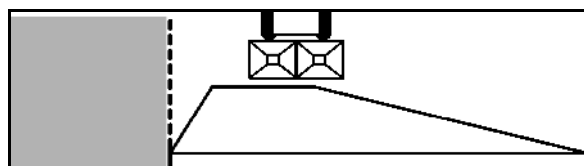

Fig. 47
1. Paribių barstymas pagal nutarimą dėl tręšimo (Fig. 47):